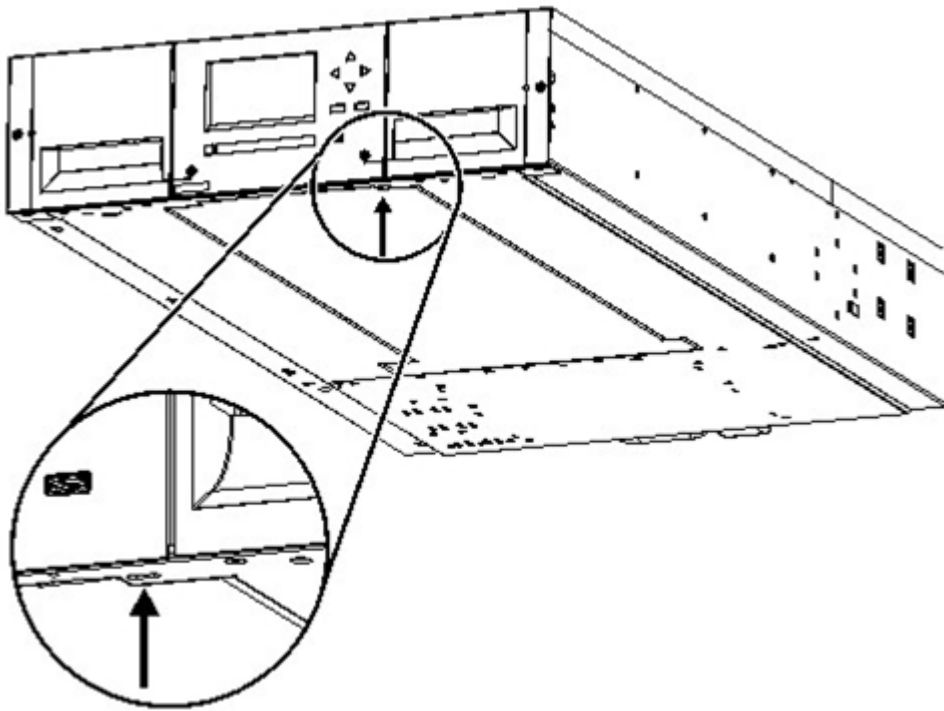

図 1-23 スプリング式ロックのアンロック
- B) 装置の前端部を図 1-23のアンロック用の穴の位置を確認します。